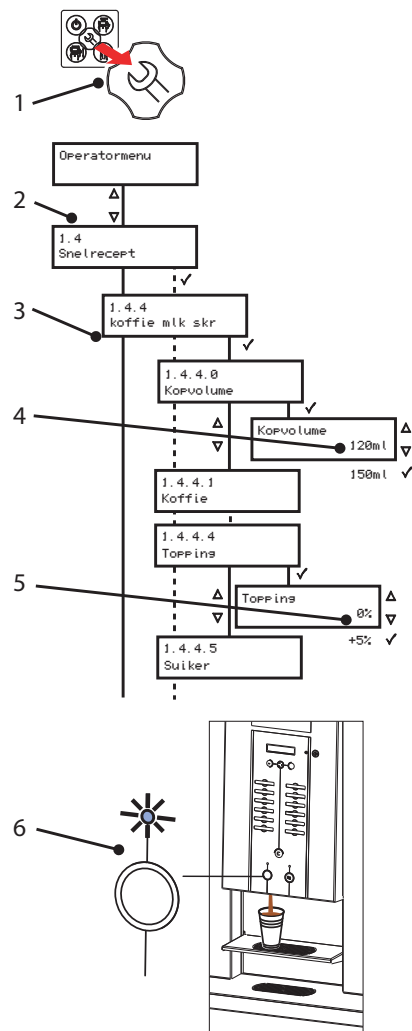

Fig. 25
Met het snelreceptmenu (fig. 25) kunt u op eenvoudige wijze van elke drank (recept) het volume en de sterkte van de gebruikte ingrediënten zoals koffie, melk (topping), cacao en/of suiker aanpassen.
1. Open het operatormenu (fig. 25).